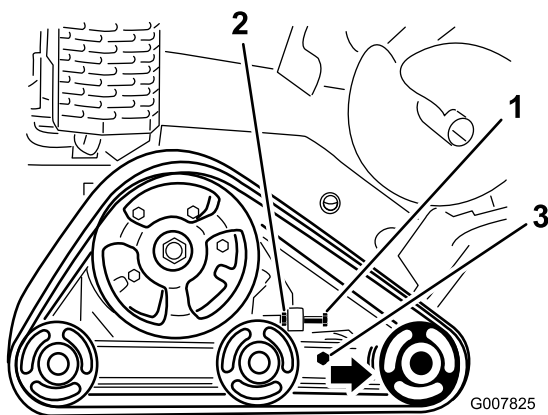

Figure 60
4. Serrez le boulon de réglage de tension à un couple de 32,5 à 40 N·m pour tendre la chenille (Figure 60).
3. Desserrez l'écrou de blocage sur le boulon de réglage de tension de la chenille et les boulons de serrage du bras de tension (Figure 60).
4. Desserrez le boulon de réglage de tension et l'écrou de blocage (Figure 60).
5. Desserrez les boulons de serrage (Figure 60).